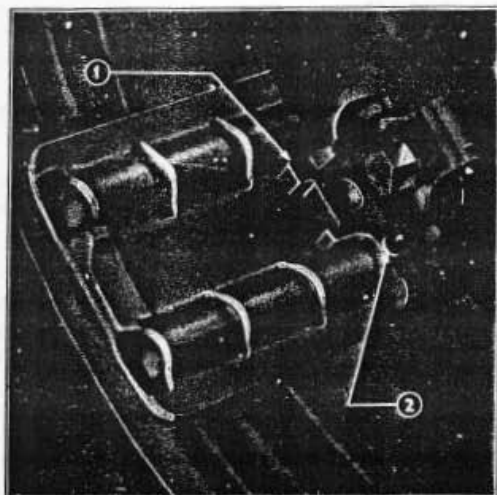

Fig. 8 = Voile de roue contre l'entretoise
- (c) Déplacer la roue vers l'intérieur en utilisant la vitesse correcte; pour ce faire, le moteur tournant au ralenti, embrayer en freinant l'autre roue pour mettre le tracteur en vitesse très lente tandis que le voile de roue tourne. Débrayer dès que la roue vient buter contre l'entretoise (fig. 8).